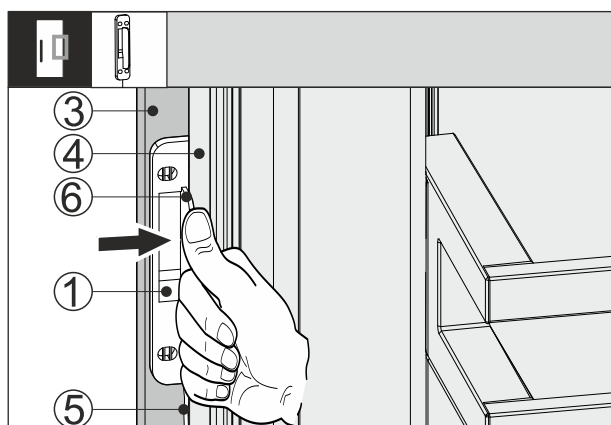

Fig. 66
- ▶ Posuňte snímač klopania Fig. 66 (1) medzi prednou časťou nábytku Fig. 66 (3) a dverami zariadenia Fig. 66 (4) tak, aby bol kábel Fig. 66 (5) zľahka napnutý. Doraz Fig. 66 (6) snímača klopania prilieha k dverám zariadenia Fig. 66 (4).
- ▶ Pritlačte snímač klopania Fig. 66 (1) k prednej časti nábytku Fig. 66 (3).
- ▷ Snímač klopania Fig. 66 (1) je prilepený. Prilepenie snímača klopania optimalizuje prenos signálu klopania.
- ▶ Trvalá fixácia snímača klopania Fig. 66 (1) predlžuje životnosť.
- ▶ Priskrutkujte snímač klopania Fig. 66 (1) pomocou dodaných skrutiek na prednú časť nábytku Fig. 66 (3).